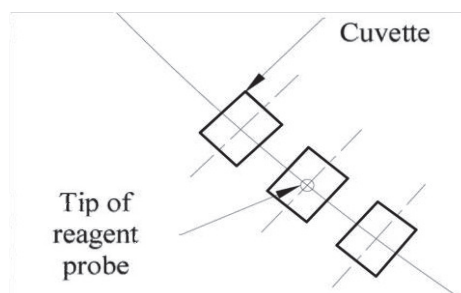

Figura 13-29 Verificando a posição
- (e) Verifique a posição da agulha no copo de reação: clique na posição "Y" do copo de reação, a agulha balançará para o topo do copo de reação e parará, verifique se a ponta da agulha está no centro do copo de reação, clique na posição vertical "Y", A agulha cairá para que a ponta fique nivelada com a boca do copo de reação. Verifique se a ponta da agulha está no centro do copo de reação. Como mostrado na Figura 13-29, clique na posição vertical "Y" novamente, a sonda reagente será levantada para o topo do copo de reação e, em seguida, clique na posição zero "Y", a sonda reagente balançará para a esquerda e retornará à posição inicial.